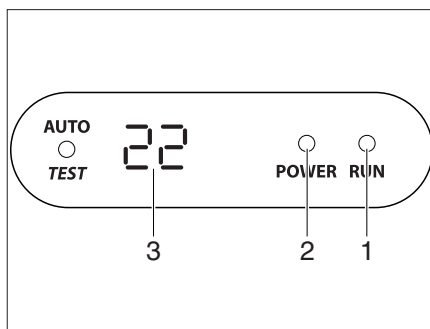

Fig. 310 Pantalla en el difusor
La instalación de aire acondicionado está lista para el funcionamiento. El LED (Fig. 310,2) en la pantalla del difusor se ilumina de color rojo.
- Para la conexión, pulsar el interruptor ON/OFF (Fig. 309,2) en el mando a distancia. El LED (Fig. 310,1) se enciende en color verde cuando la instalación de aire acondicionado está funcionando en el modo de refrigeración. El LED (Fig. 310,1) se enciende en color rojo cuando la instalación de aire acondicionado está funcionando en el modo de calefacción.